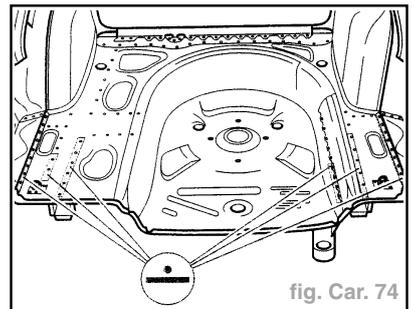

fig. Car. 74
- Souder le plancher du coffre à bagages, cordon de soudure par points (fig. Car. 74).